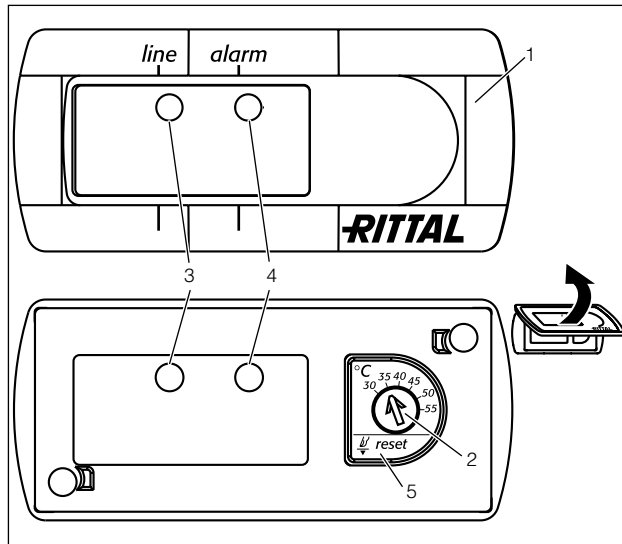

Abb. 36: Basiscontroller
- Stellen Sie die gewünschte Solltemperatur am Solltemperatur-Einsteller (Abb. 36, Seite 23) ein.
- Drücken Sie die Reset-Taste (Abb. 36, Nr. 5) für mind. 3 Sek.